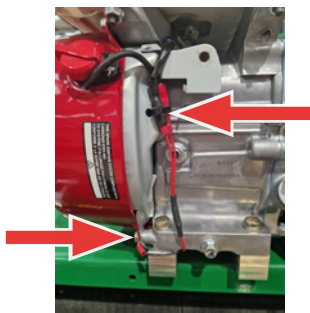

Fig. 17C - Scollegare i cavi dal motore
4. Scollegare il cavo di massa [chiave da 10 mm] e i cavi di accensione collegati al motore (Fig. 17C).